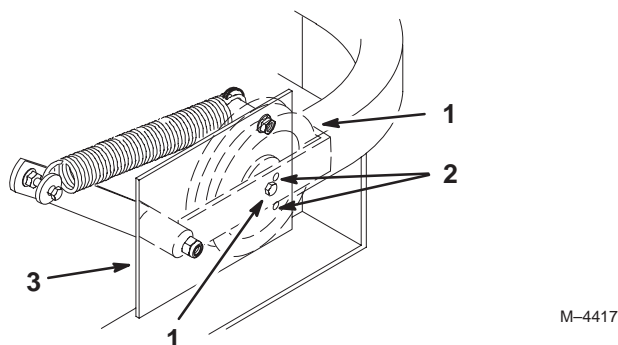

Figure 74
Important Vérifiez que la courroie est bien en place dans les guides avant et arrière (Fig. 74).
4. Vérifiez la tension de la courroie. Le boulon central de la poulie de tension rappelée par ressort doit se trouver près du trou d'alignement supérieur de la plaque de support gauche (Fig. 74).